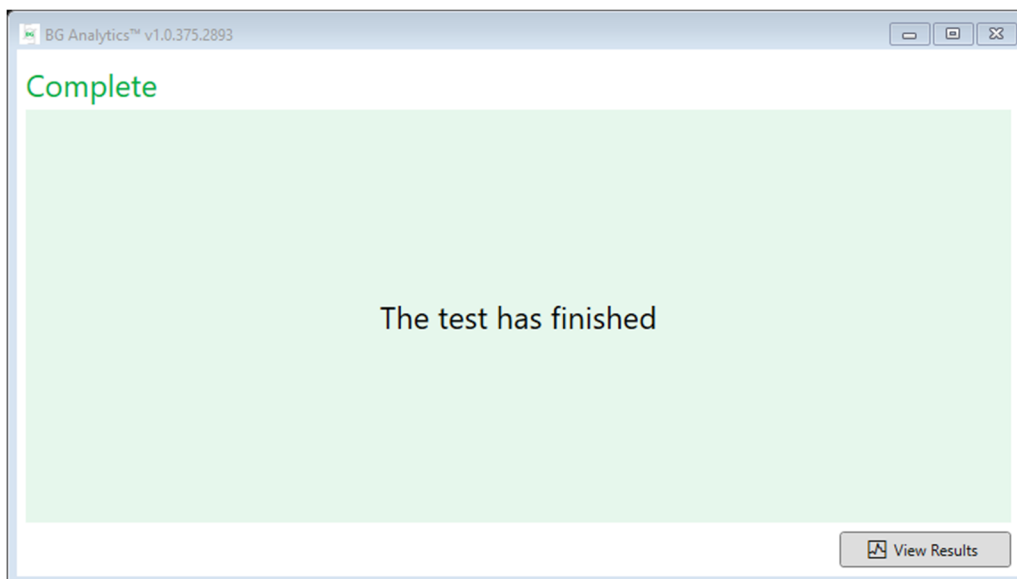

Figura 14. Ecrã Concluído do BG Analytics®
8. Após a conclusão do teste em todos os alvéolos, o BGA prossegue automaticamente para o ecrã **Concluído** e exhibe "O teste terminou" (conforme mostrado na Figura 14).